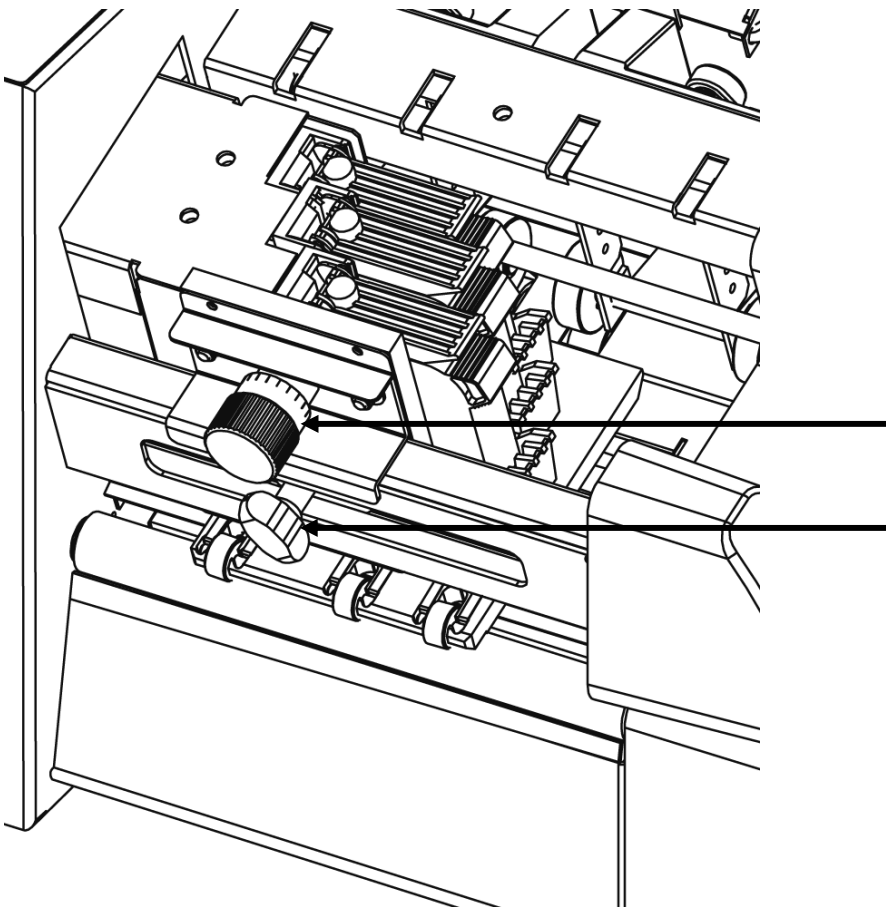

Abbildung 13: Anpassen des Druckers an die Materialstärke
- Lösen Sie die Flügelschraube (siehe Abbildung 13).